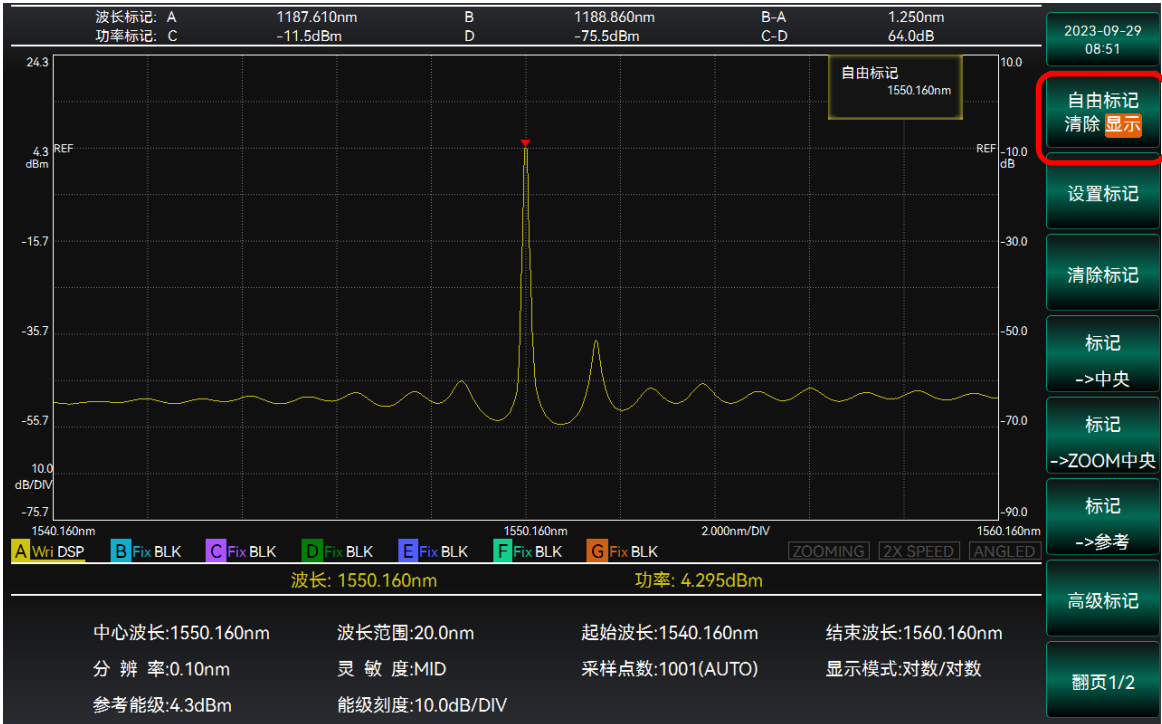

图 3.46 设置自由标记示意图
4. 若需要使标记点不再显示，可以再次选择【自由标记】选项，标记线状态将切换为“清除”。自由标记线的设置如图 3.46 所示。